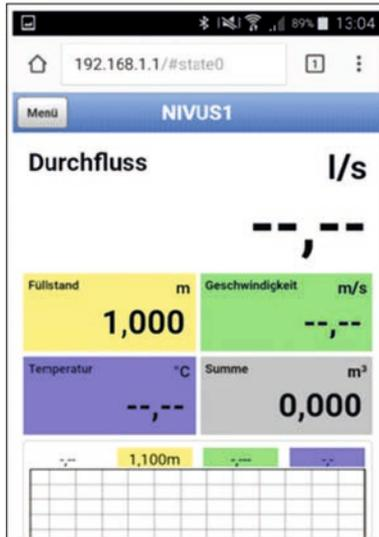

Abb. 31-15 Anzeige NFM-Display im Browser
7. In das Adressfeld die IP-Adresse „192.168.1.1“ eintragen und öffnen. Nach erfolgreicher Verbindung erscheint das Display des NivuFlow Mobile (Abb. 31-15).